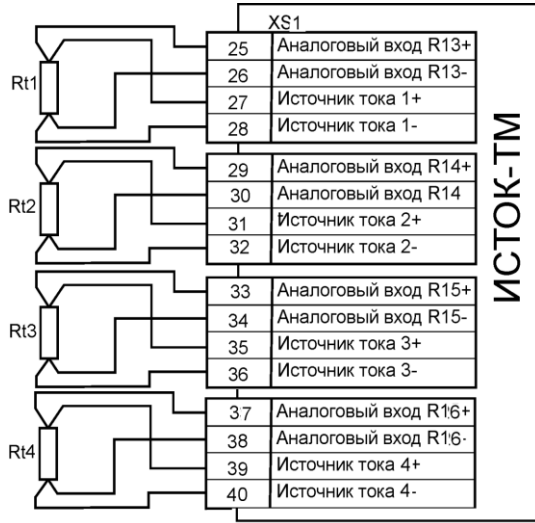

Рисунок 7.7 Схема подключения к вычислителю четырех ДТ по четырехпроводной схеме
6.41.1 Подключение ДТ к измерительным каналам «13» - «16» осуществляется по четырехпроводной схеме (см. рисунок 7.7). Для питания термопреобразователей используется внутренний коммутируемый источник постоянного тока.